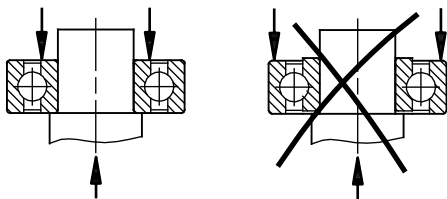

Рис. 12 Подшипник, давление на внутреннее кольцо
1. Установите на валу новый подшипник (154). Рекомендуем нагреть подшипник до температуры примерно 90 °С, что облегчит его установку. Установите подшипник на валу, нажав на внутреннее кольцо. См. рис. 12.